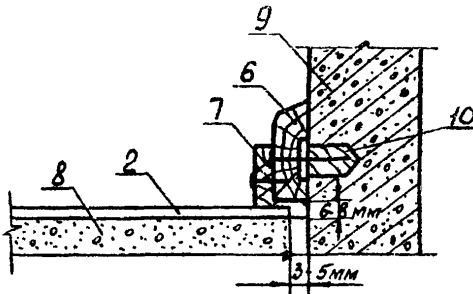

Рис. 3.
3.9. Сваренные линолеумные полотна закрепляются плинтусами и обкладными рейками по периметру комнаты. Зазор между краями линолеума и стеной должен быть 3-5 мм. Прибивается сначала плинтус, а затем к нему обкладные рейки. Примыкание линолеума к стене показано на рис. 3.